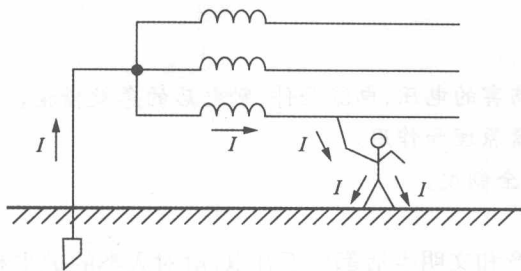

图 1-1 中性点接地的单相触电
(1) 电源中性点接地的单相触电,如图 1-1 所示。人站在地面上触及一根相线。电流将从人体经大地回到电源中性点。这时人体处于 220V 相电压下,若脚与地面绝缘不好,会导致回路电阻较小而电流较大,就很危险。因此,绝对禁止赤脚站在地面上接触电气设备。